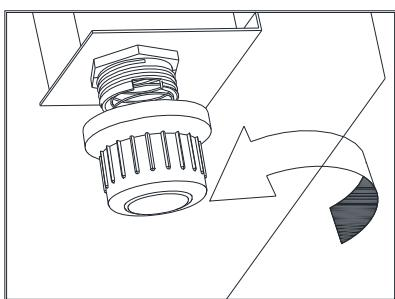
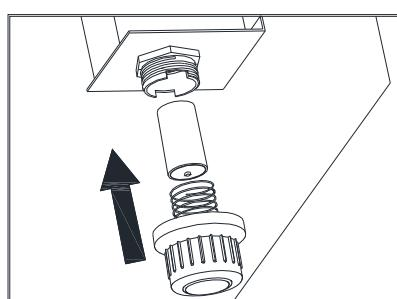
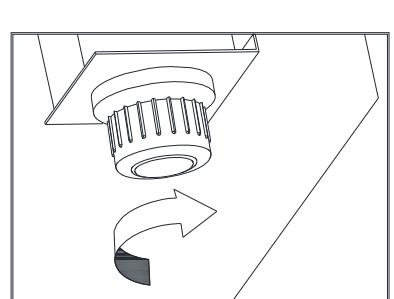

Fig 1
Fig 2
Fig 3
- 3- Dévissez la boîte à pile, ainsi qu'ilustré sur la Fig. 1. Insérez le côté électrode négative de la pile dans le fond de la boîte à pile, ainsi qu'ilustré à la Fig. 2. Vissez ensuite la boîte à pile, ainsi qu'ilustré sur la Fig. 3.